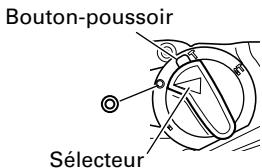

Fig. 13
- (1) Montez la pointe de broyage ou le burin.
- (2) Enfoncer le bouton et régler le sélecteur à la marque ©. (Fig. 13)